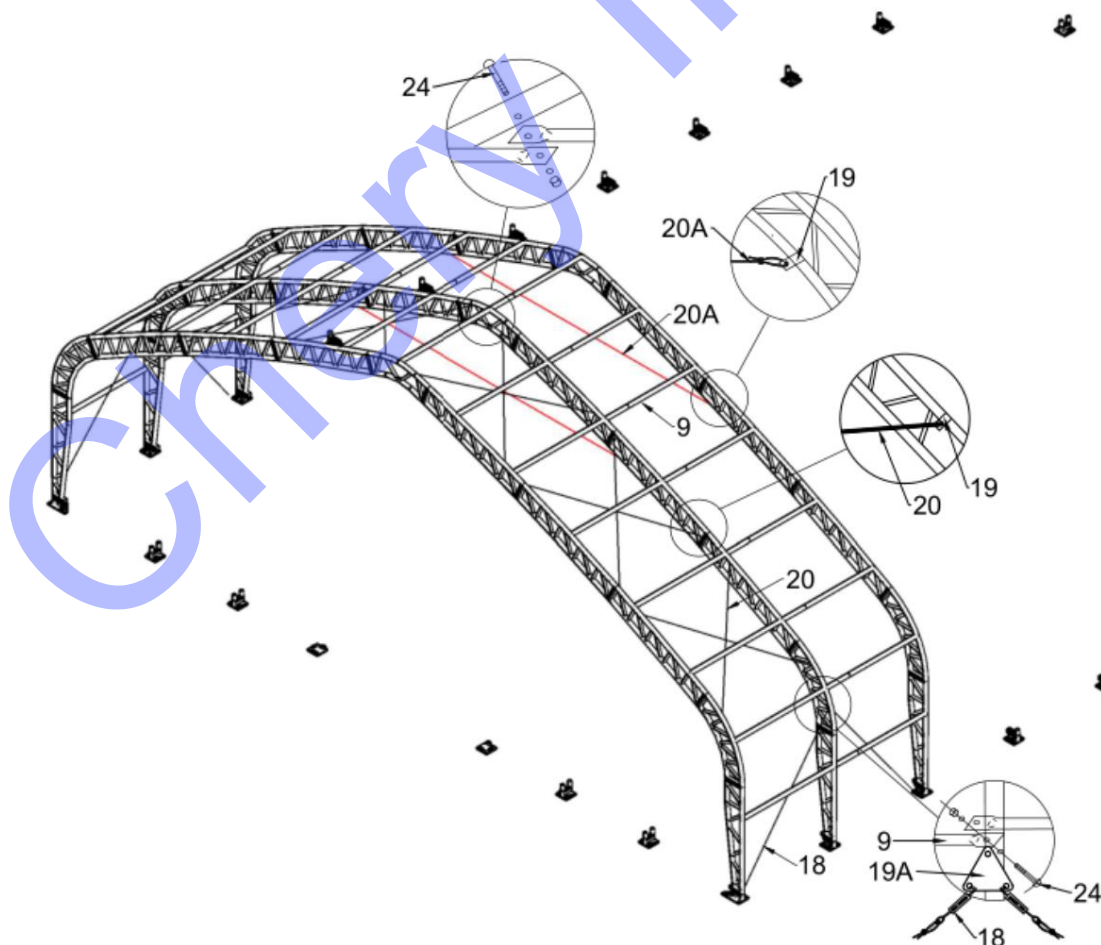

Figure 4
2. Connectez la panne (n° 9) à l'arche en utilisant le boulon de carrosserie 10x90 (n° 24) tour à tour (voir figure 4), puis connectez le fil d'acier (n° 18, 20 et n° 20A) sur le dessus et le côté en utilisant les clips (n° 19) et le triangle (n° 19A) (voir figures 4 et 1)